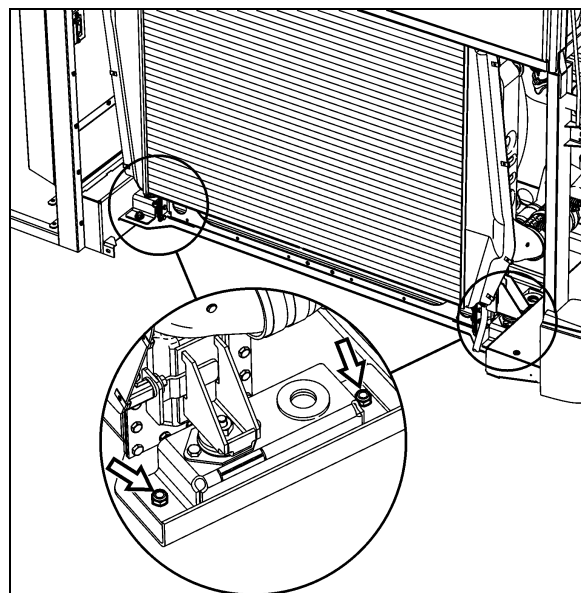

FIGURE 27 : FIXATIONS DE MONTAGE DE L'ENSEMBLE RADIATEUR INFÉRIEUR
13. Déposer le protecteur du tube de l'ensemble radiateur inférieur de la section inférieure (Figure 27).